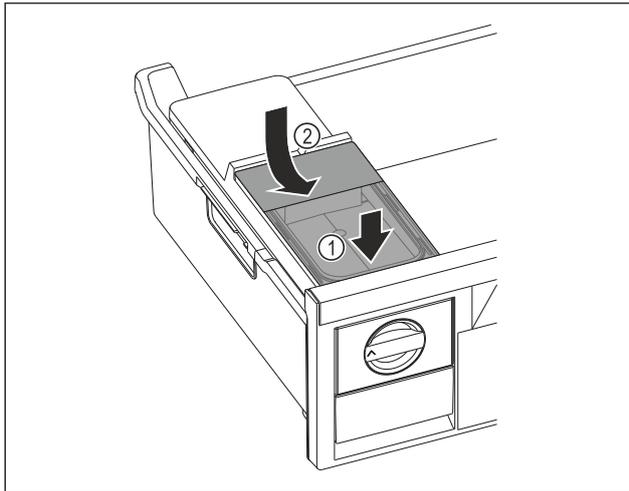

Fig. 49
- ▶ Placer le réservoir d'eau à l'avant. Fig. 49 (1)
- ▶ Abaisser le réservoir d'eau à l'arrière. Fig. 49 (2)